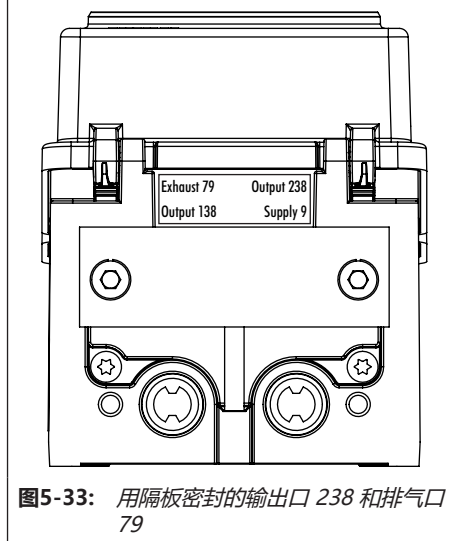

图5-33: 用隔板密封的输出口 238 和排气口 79
- 用隔板密封输出口 238 和排气口 79 (请参见图5-33)，前提是只有一个气动输出口可用。
输出口 138 处的信号用于控制单作用气动执行机构。输出口 238 和 79 已密封(请参见图5-33)。使用两个气动模块可将排气量翻倍。